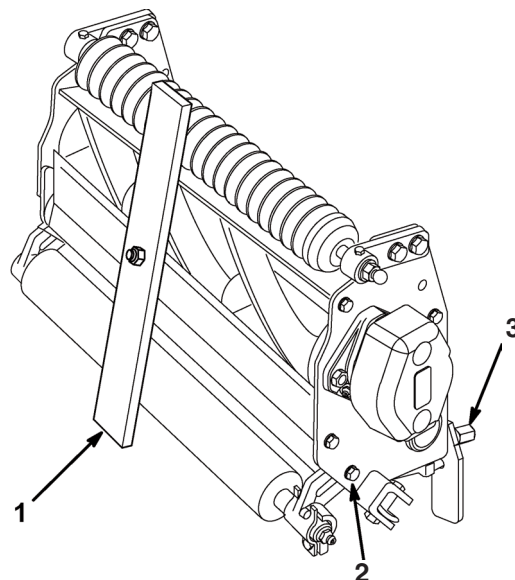

Fig. 5
1. Plassering av og antall smørenipler: motstålsakselen (1) spolelagrene (2) og fremre og bakre valser (2 av hver) (fig. 5)